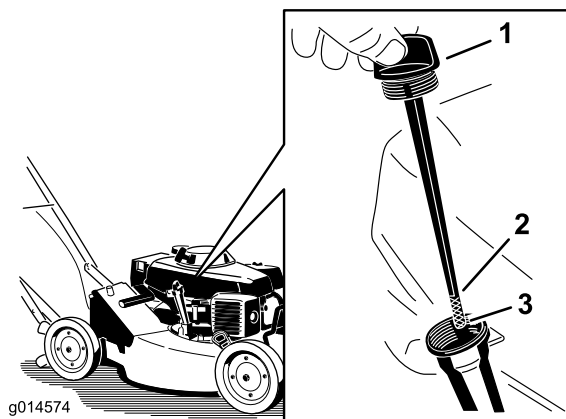

Figura 9
Antes de cada uso, compruebe que el nivel de aceite está entre las marcas inferior y superior de la varilla (Figura 9).
2. Limpie alrededor de la varilla (Figura 9).